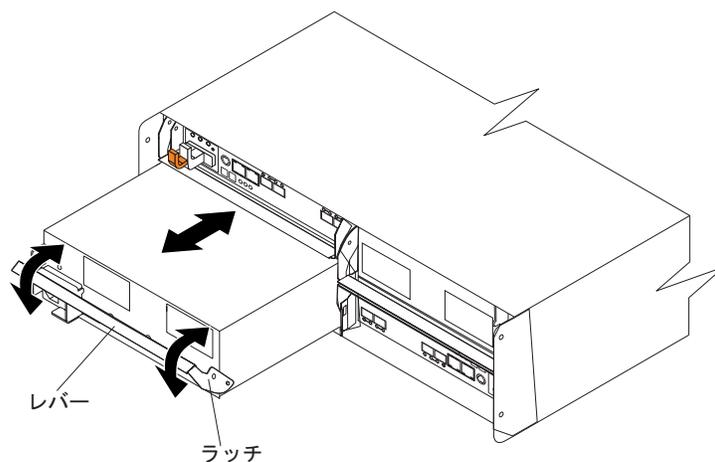

図 81. 電源機構およびファン・ユニットの交換
AC 電源機構およびファン・ユニットを交換するには、以下の手順を使用します。161 ページの図 81 に、ユニットの取り外しと挿入を示します。
11. ゆっくりとレバーをシャーシから引き離し、161 ページの図 81 に示すように電源機構およびファン・ユニットを取り外します。